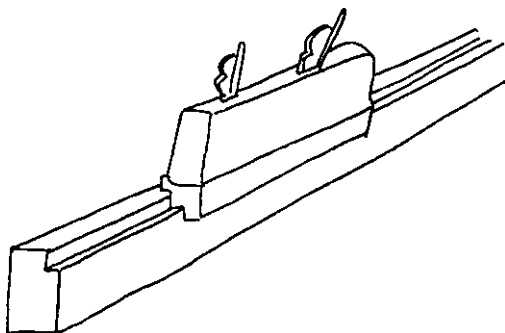

Fig. 9. Kittfals hyvlas.
- Kittfalsen hyvlas fram på ramstycke och spröjs. Det viktigaste är att ha hyveln rätt inställd och skärpt (fig. 9).